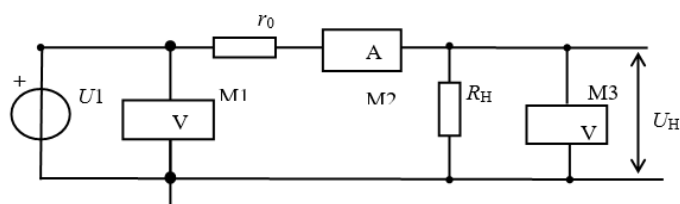

Рис. 2. Схема измерения параметров источника
3.1.2 Источник напряжения под нагрузкой рисунок 2.
Вместо сопротивления R_I в схеме рисунок 2 установить сопротивление $R_{ИТ}$ таблица 1.